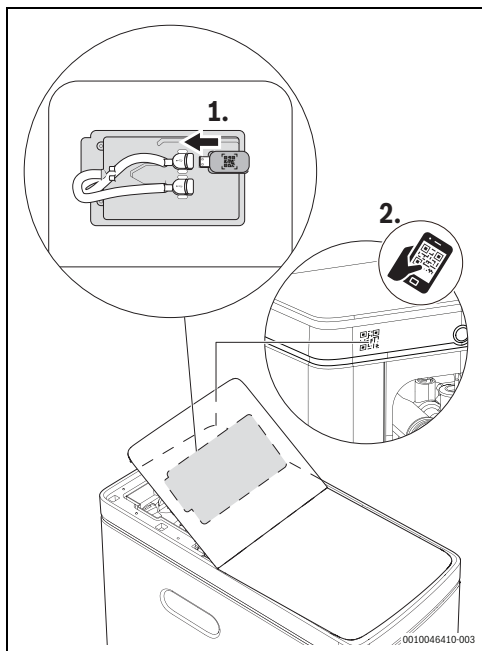

Fig. 32 Locație cod QR
1. Pe HomeCom Easy, scanați codul QR pe care îl puteți găsi pe produs, conform descrierii din (→Fig. 32).